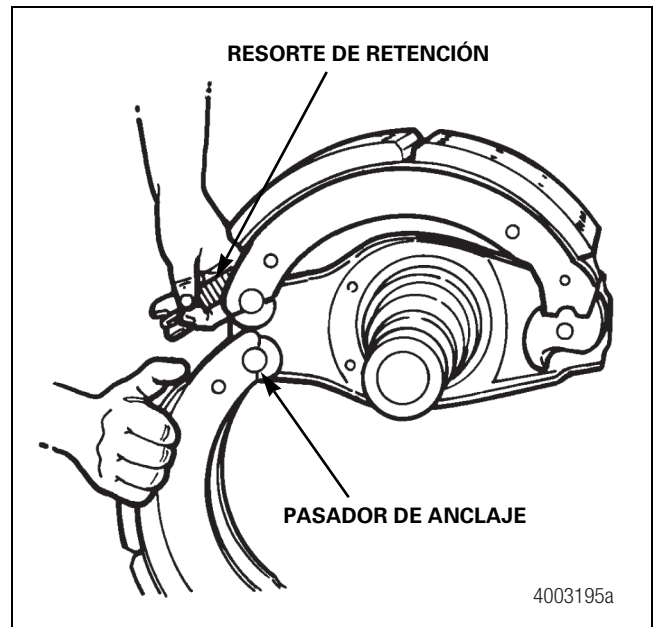

Figura 5.3
5. Lubrique los pasadores de ancla con grasa Meritor especificación O-616-A en los sitios donde están en contacto con las zapatas de freno. Coloque la zapata superior en posición sobre el pasador de ancla superior. Sostenga la zapata de freno inferior en el pasador de ancla inferior e instale dos resortes de retención de zapata de freno nuevos. Figura 5.3.